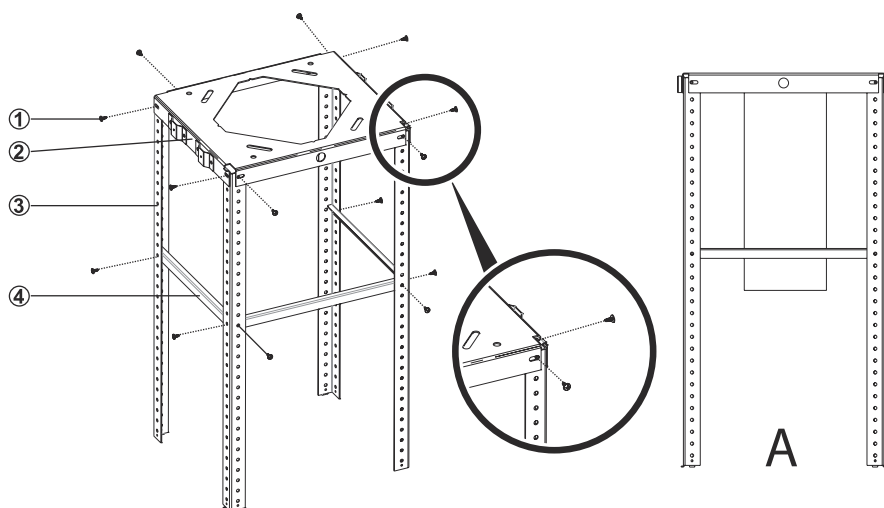

Fig. 8
1. ➤ Monter produktets stænger (3) loftets stænger (2) med 8 skruer 3,5 x 9,5 (1) (Fig. 8).
2. ➤ Monter produktets stænger (3) til loftets stænger (4) med 6 skruer 3,5 x 9,5 (1) (Fig. 8).
3. ➤ Installer aftrækskanal på apparatet (Fig. 8/A).